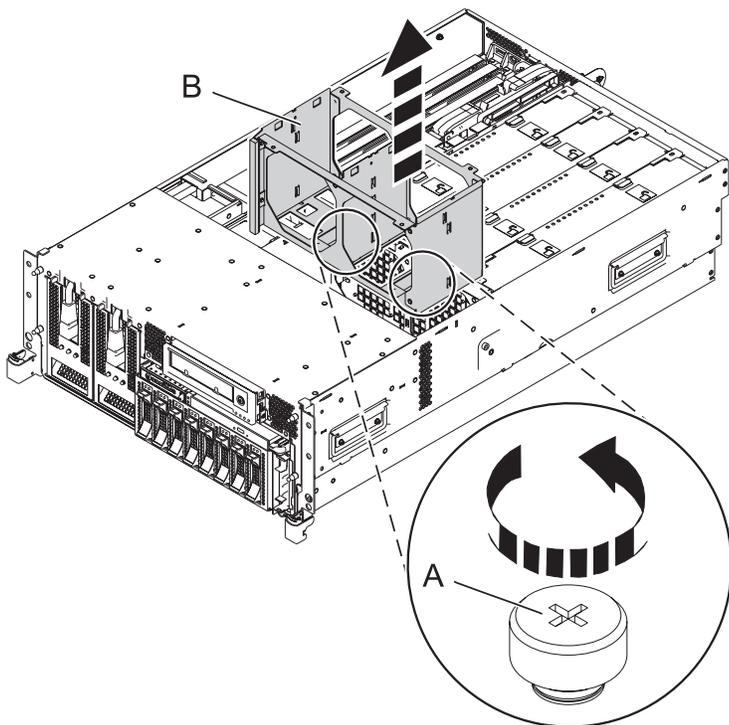

Figura 4. Remover a caixa da ventoinha do sistema
- c. Para remover a caixa de ventoinha, desaperte os dois parafusos de orelhas (A) e puxe a caixa de ventoinha (B) para fora sistema, como mostra a Figura 4.